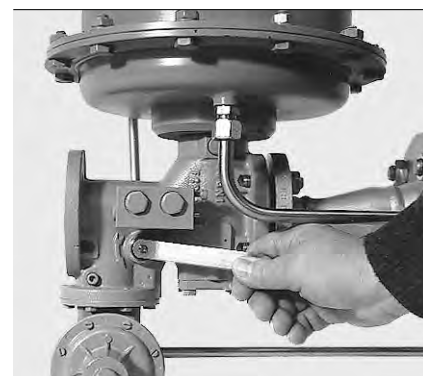

Рис. 6
- Провернуть возвратный вал против часовой стрелки, пока стержень тарелки клапана не защелкнется на спусковом рычаге (рис. 6).